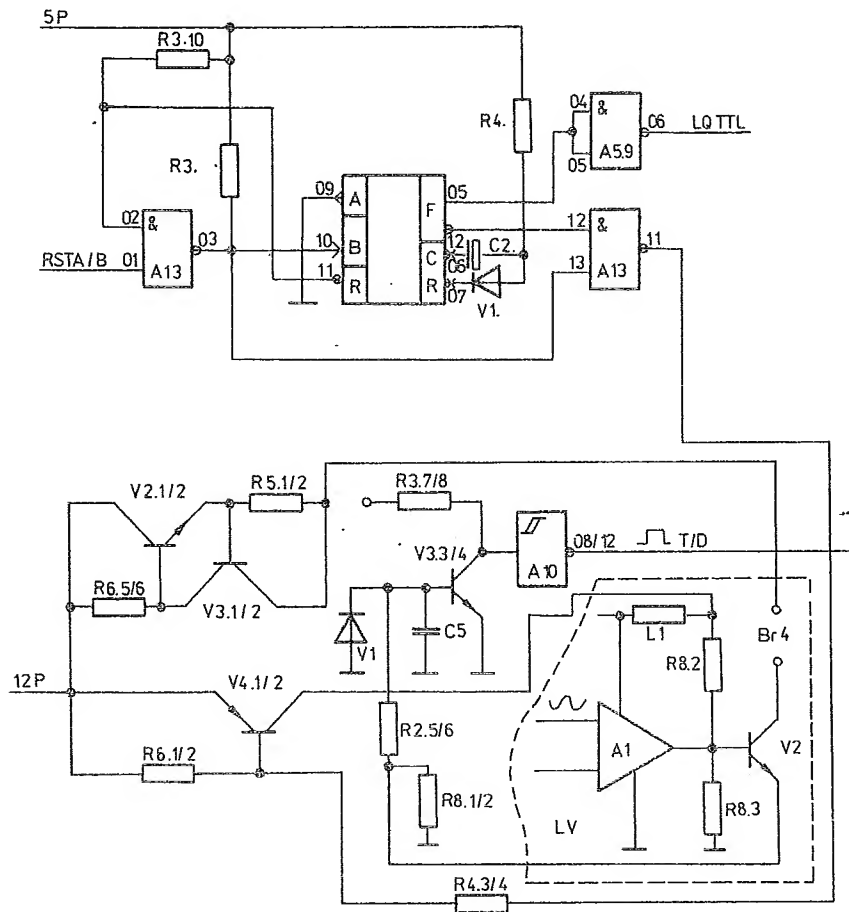

Abb. 3
3.5. Datenaustausch (Abb. 3 und 4)